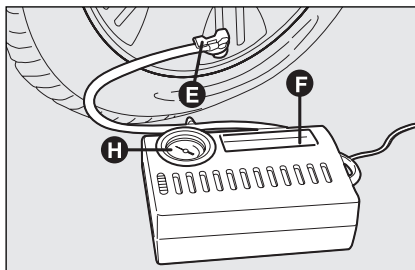
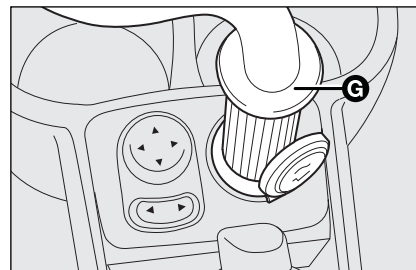

fig. 18
fig. 19
- introduire et bloquer à l'aide du levier approprié **E-fig. 18** le tuyau flexible du compresseur d'air **F** à la valve du pneu;
- lancer le moteur, introduire la fiche **G-fig. 19** dans la prise de courant de 12V placée dans le tunnel central et gonfler le pneu à la valeur correcte de pression. Il est conseillé de vérifier la valeur de la pression du pneu sur le manomètre **H-fig. 18** lorsque le compresseur est éteint afin d'obtenir une lecture plus précise;